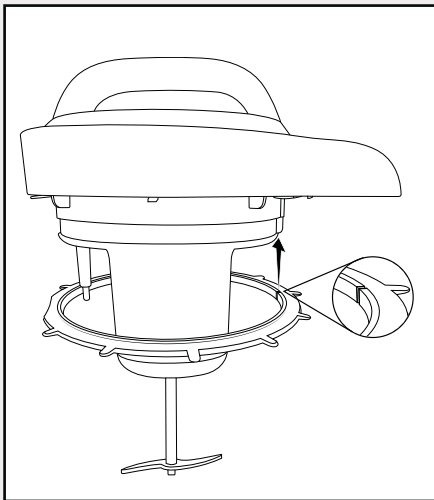

Fig. 1
- Poussez de nouveau l'anneau d'étanchéité **8** sur le couvercle **9** de manière à ce que l'anneau d'étanchéité **8** glisse dans l'évidement. Veillez ce faisant à ce que la petite entaille de l'anneau d'étanchéité **8** entoure le tenon de fixation sur le couvercle **9** (fig. 1). Le côté plat de l'anneau d'étanchéité **8** se trouve sur le côté sur lequel se situe le capteur **7** :